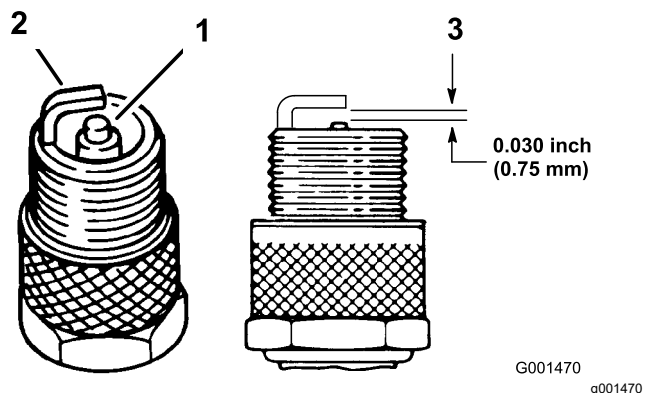

Рисунок 20
1. Осмотрите середину каждой свечи зажигания (Рисунок 20). Если на изоляторе замечен светло-коричневый или серый налет, то двигатель работает должным образом. Черный налет на изоляторе обычно означает, что загрязнен воздухоочиститель.
2. Проверьте зазор между центральным и боковым электродами (Рисунок 20). Если зазор неправильный, отогните боковой электрод (Рисунок 20).
3. Присоедините провода к свечам зажигания (Рисунок 20).